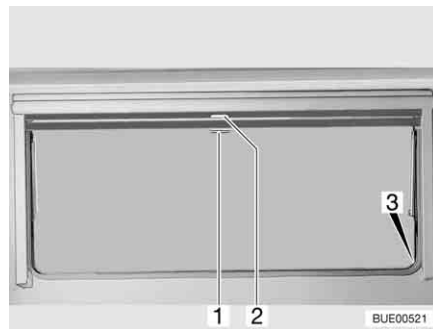

Fig. 59 Ventana abatible
- Tirar del asidero (Fig. 59,2) de la persiana oscurecedora enrollable hacia abajo. Cuando la persiana oscurecedora enrollable se cierre por completo, encajarla en el bloqueo (Fig. 59,3) a ambos lados del marco de la ventana.
- Cuando la persiana oscurecedora enrollable está completamente cerrada: Presionar el tirador (Fig. 59,2) hacia abajo y tirarlo ligeramente hacia dentro. Desenganchar la persiana oscurecedora enrollable de los bloqueos a izquierda y derecha del marco de la ventana.
- Cuando la persiana oscurecedora enrollable se encuentre en una posición intermedia: Tirar ligeramente del asidero (Fig. 59,2) hacia abajo, hasta que se hay soltado el bloqueo.
- Tirar hacia abajo de la mosquitera enrollable (Fig. 59,1) y engancharla en el bloqueo (Fig. 59,3) a ambos lados del marco de la ventana.
- Presionar el tirador (Fig. 59,1) hacia abajo y tirarlo ligeramente hacia dentro. Desenganchar la mosquitera enrollable de los bloqueos a izquierda y derecha del marco de la ventana.